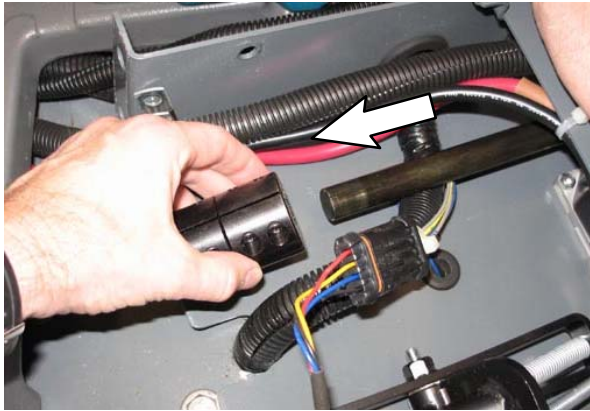

FIG. 26
27. Far scorrere il raccordo dello sterzo fuori dall'albero dello sterzo. Eliminare il raccordo dello sterzo. (Fig. 26)